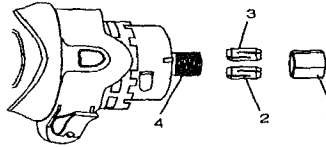

Fig. 3
Las brocas de esta herramienta quedan fijas por medio de la tuerca del mandril de pinza (1) y del mandril de pinza (ver la fig. 3). La herramienta viene de fábrica SIN un mandril de pinza instalado. Tanto el mandril de pinza de 1/8" como el de 1/4" se encuentran en el compartimiento de la tapa frontal. El mandril de pinza de 1/8" (2) se usa para las brocas de herramientas para bricolaje. Se incluye un mandril de pinza adicional de 1/4" (3) para sostener las brocas PEQUEÑAS con vástago de 1/4".